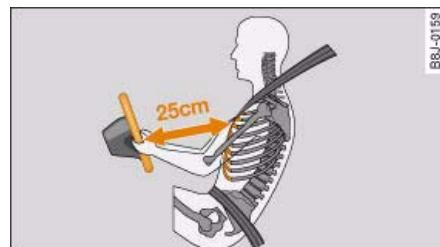

Fig. 182 Distancia de seguridad respecto al volante
- Es importante que el conductor y el acompañante guarden una distancia mínima de 25 cm con respecto al volante y al tablero de instrumentos, respectivamente ⇒ fig. 182. Si no se mantiene la distancia mínima de seguridad, el sistema de airbags no puede cumplir con su función protectora. Además, existe el peligro de resultar herido al inflarse el airbag. Además, los asientos delanteros y los apoyacabezas deben estar siempre correctamente ajustados de acuerdo a la altura de los ocupantes.